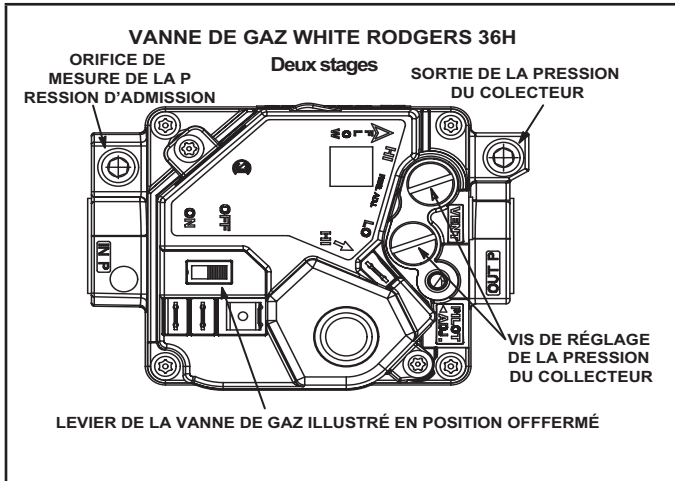
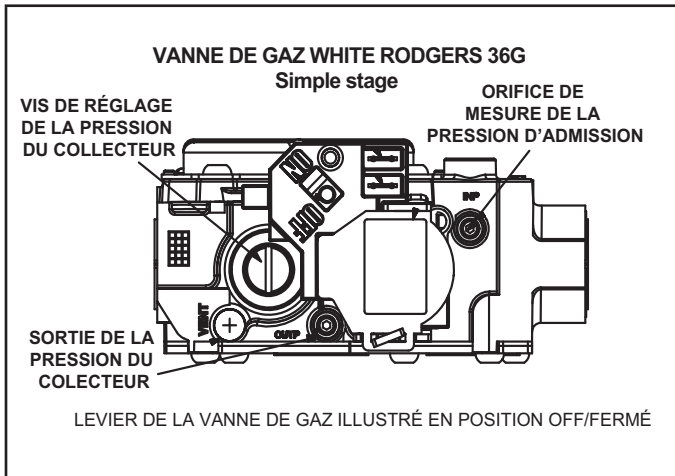

FIGURE 13
FIGURE 14
FONCTIONNEMENT DES VANNES WHITE RODGERS 36H (FIGURE 13) ET WHITE RODGERS SÉRIE 36G (FIGURE 14)
Sur la vanne White Rodgers 36G (Figure 14), un orifice d'entrée situé sur la vanne de gaz permet de mesurer la pression d'alimentation. Ouvrir l'orifice d'entrée en desserrant la vis à tête hex de 3/32 po d'un tour. Connecter un tube entre l'orifice d'entrée et l'appareil de mesure pour mesurer la pression d'alimentation.
Sur la vanne White Rodgers 36H (Figure 13), la pression d'alimentation peut être mesurée en retirant la vis à tête hex de 1/8 po. Retirer la vis à tête hex de 1/8 po et installer un raccord ébarbé. Connecter un tube entre le raccord ébarbé et l'appareil de mesure pour mesurer la pression d'alimentation.
Avec les vannes White Rodgers 36G (Figure 14), resserrer la vis à tête hex de 3/32 po d'un tour.
Avec les vannes White Rodgers 36H (Figure 13), retirer le raccord ébarbé et remettre la vis à tête hex de 1/8 po.
Pour mesurer la pression du collecteur avec une vanne White Rodgers 36G (Figure 14), desserrer la vis à tête hex de 3/32 po d'un tour, connecter un tube de 5/16 po et connecter le côté « + » de l'appareil de mesure.
Pour mesurer la pression du collecteur avec une vanne White Rodgers 36H (Figure 13), retirer la vis à tête hex de 1/8 po, installer un raccord ébarbé de 1/8 po et installer un tube entre le raccord ébarbé et le côté « + » de l'appareil de mesure.
- 4 - au besoin, faire les ajustements nécessaires. Les Figures 13 et 14 indiquent l'emplacement des vis de réglage.
Avec les vannes White Rodgers 36H (Figure 13), retirer le raccord ébarbé de 1/8 po et remettre la vis à tête hex de 1/8 po.